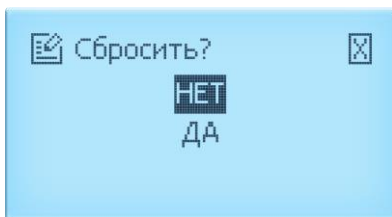

Рисунок 2.18 – Окно сброса счетчиков
- в появившемся диалоговом окне (рисунок 2.18) выбрать «НЕТ» или «ДА» кнопками «◀» и «▶»;